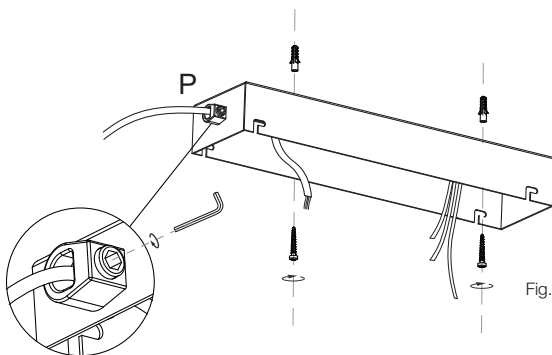

Fig. 20.2.
20.2. Fasten the canopy to the ceiling as shown in Figure 20.2. Pass tube cable (P) through the cable gland and screw it tight.
20.2. Fixer la monture au plafond comme indiqué sur la figure 20.2. Faire passer le câble du tube (P) dans le serre-câbles et le visser.
20.2. Die Deckenrosette wie in Abbildung 20.2 gezeigt an der Decke befestigen. Das Kabel des Rohrs (P) durch die Kabelverschraubung führen und festschrauben.